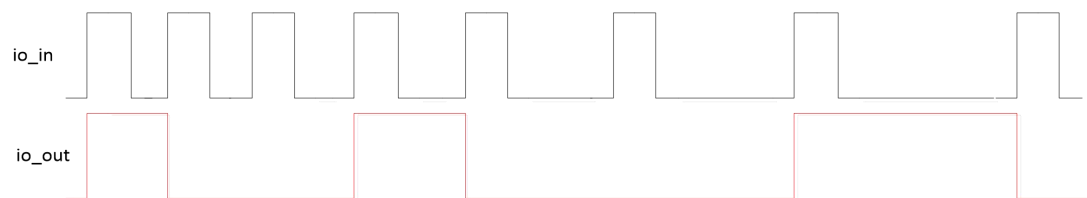

图 24 非均匀周期
- io_in 为非均匀周期分布时，奇数分频后 io_out 为非等 duty 波形，如图 24 所示。